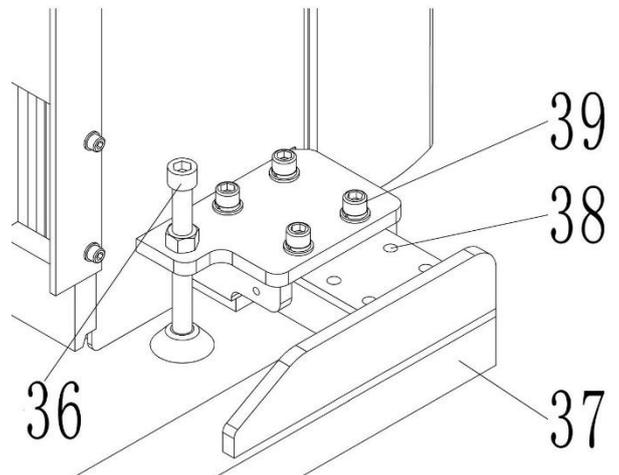

Рис. 14: Регулировка аутригеров
- После регулировки аутригеров затяните позиционирующие болты (рис. 14, поз. 39).
- При регулировке аутригеров обратите внимание на то, что количество позиционных отверстий (рис. 14, поз. 38), открытых с каждой стороны аутригеров, должно быть одинаковым. Как показано на рис. 14, если на одной стороне имеется 4 позиционных отверстия, на другой стороне их также должно быть 4.
- Поверните по часовой стрелке опорную стойку (рис. 14, поз. 36) с обеих сторон штабелера, пока штабелер не будет поднят.
- Выкрутите позиционирующий болт (рис. 14, поз. 39).
- Отрегулируйте аутригер (рис. 14, поз. 37) так, чтобы соответствующее отверстие (рис. 14, поз. 38) было соосно позиционирующему болту (рис. 14, поз. 39).
- При регулировке аутригеров обратите внимание на то, что количество позиционных отверстий (38), открытых с каждой стороны ножек, должно быть одинаковым. (как показано на рис. 14, если на одной стороне имеется 4 позиционных отверстия (38), на другой стороне их также должно быть 4).
- Плотнo закрутите позиционирующий болт (рис. 14, поз. 39).
- Поворачивайте против часовой стрелки опорную стойку (рис. 14, поз. 36) с обеих сторон штабелера до тех пор, пока опорная стойка не перестанет поворачиваться.